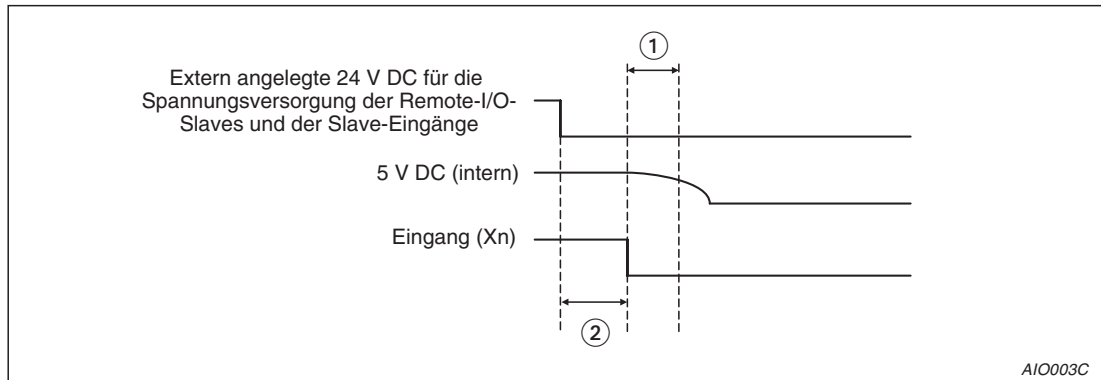

Abb. 3-1: undefinierter Eingangszustand
Bei einem plötzlichen Spannungsabfall der extern angelegten 24 V DC ist die Zeit bis zum Abschalten der internen 5 V DC kleiner als die Ansprechverzögerung der Eingänge der Slaves (②). Wird in der Zeitspanne ① in der folgenden Abbildung eine E/A-Aktualisierung durchgeführt, wird der Eingang Xn des Remote-I/O-Slaves als gesetzt gemeldet, obwohl die Versorgungsspannung des Slaves abgeschaltet wurde (undefinierter Zustand). Der Eingang Xn wird erst nach der Ansprechverzögerung (An → Aus) als zurückgesetzt gemeldet. Abb. 3-1 stellt dieses Verhalten schematisch dar.